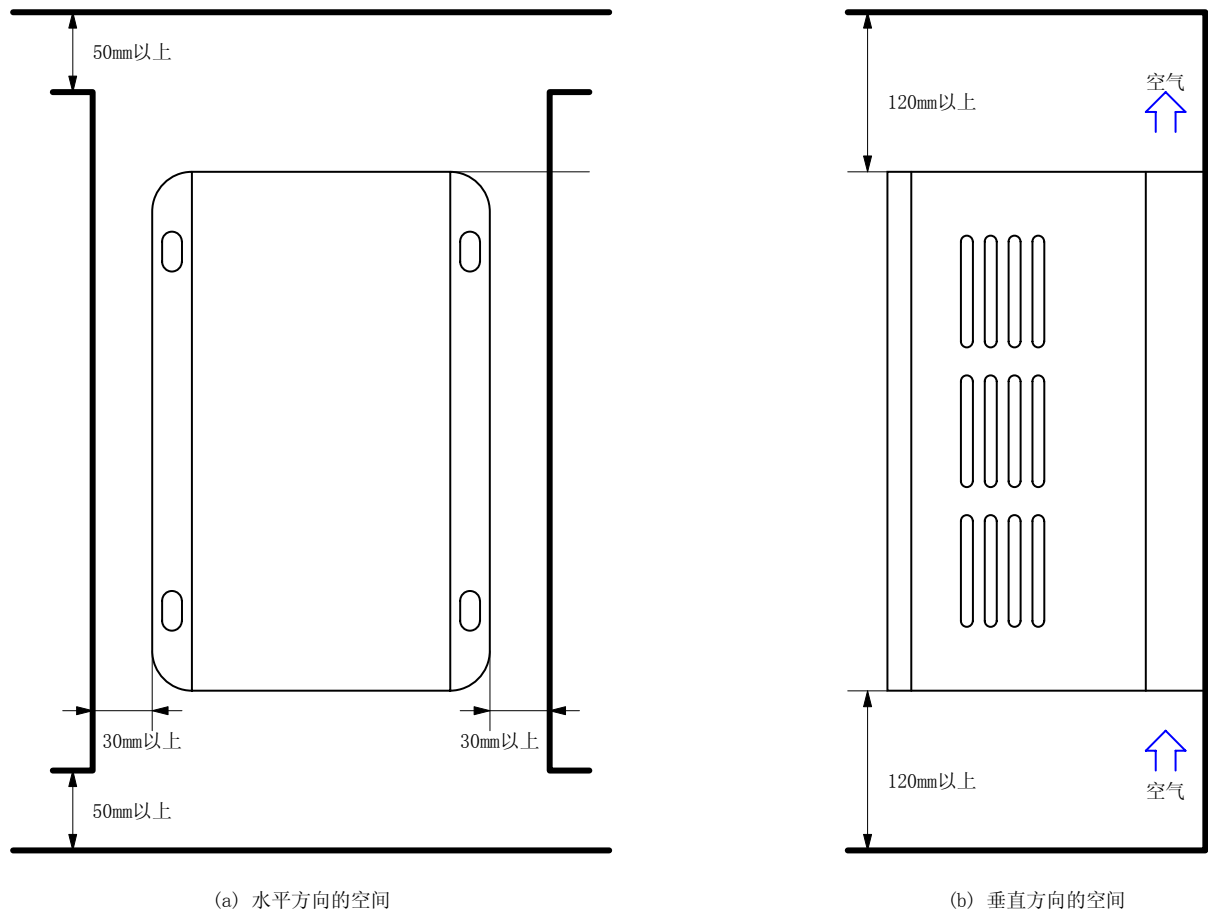

图 2.1 控制器的安装方向和空间
- 为了避免 IMS-GL 系列控制器散热不良，请务必纵向安装，并按图 2.1 所示确保一定的空间。